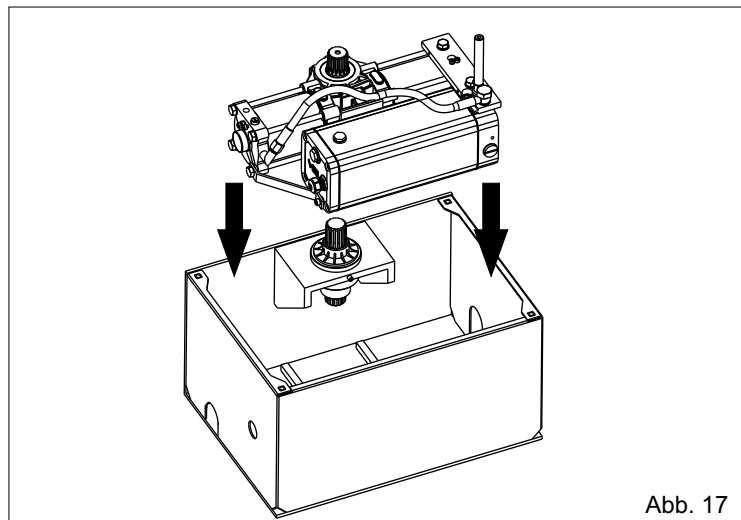
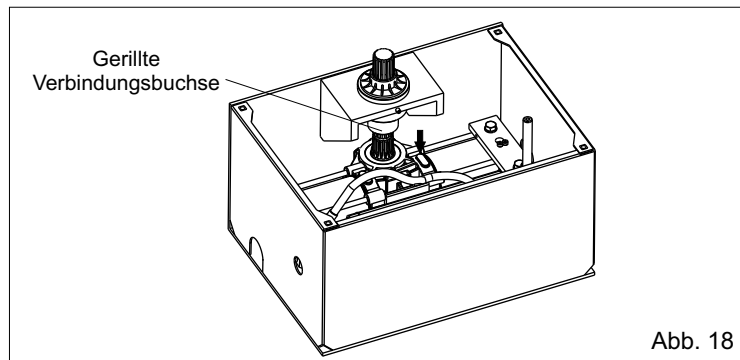

Abb. 17
Abb. 18
4.3. Den Antrieb manuell in das Gehäuse einsetzen (Abb. 17) und das Zahnrad des Antriebs mit Hilfe der gerillten Verbindungsbuchse (Abb. 18) mit dem Zahnrad des Gehäuses verkuppeln.